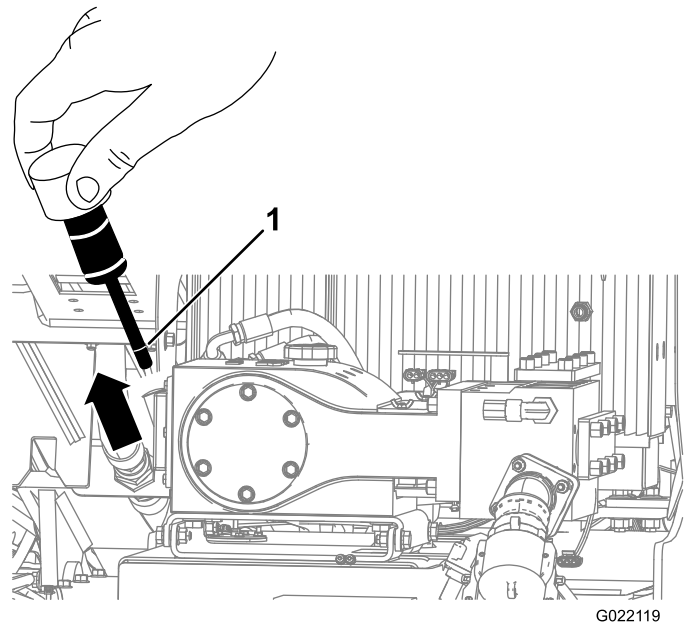
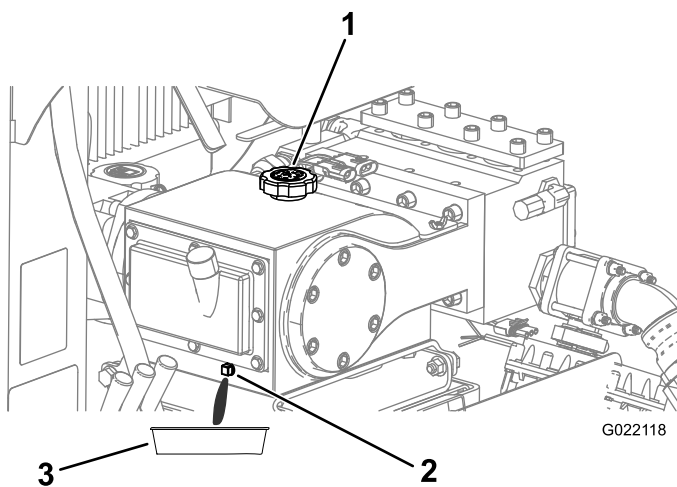

**Figure 149**
**Figure 150**
3. Retirez la jauge (Figure 149).
4. Vérifiez que le niveau d'huile atteint le trait de remplissage, comme montré à Figure 149.
4. Enlevez le bouchon de vidange et placez un bac de vidange sous le trou du bouchon de vidange (Figure 150).
6. Attendez que toute l'huile s'écoule dans le bac de vidange (Figure 150).
8. Enlevez le bouchon de remplissage (Figure 150) et ajoutez environ 1,9 L (2 ptes) d'huile, ou suffisamment d'huile pour que le niveau atteigne le trait de remplissage sur la jauge, comme montré à la Figure 149.